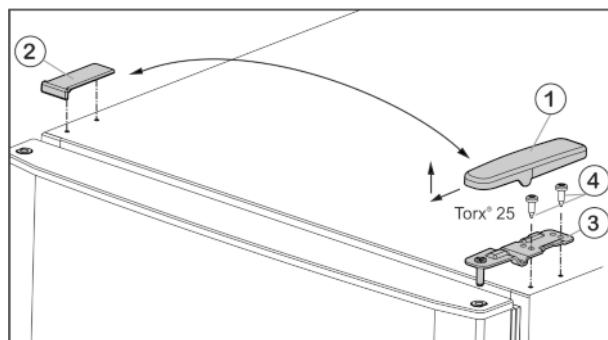
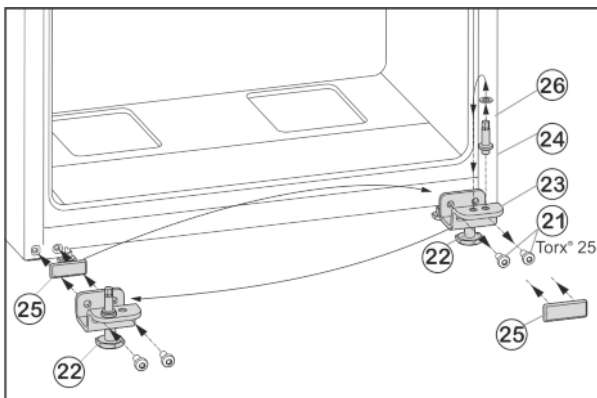

Fig. 5
Fig. 7
- ▶ Kryt Fig. 5 (1) odoberte smerom dopredu a hore.
- ▶ Kryt Fig. 5 (2) nadvihnite.
- ▶ Hornú ložiskovú konzolu Fig. 5 (3) odskrutkujte (2 krát Torx® 25) Fig. 5 (4) a odoberte smerom hore.
- ▶ Vyskrutkujte upevňovacie skrutky Fig. 7 (21).
- ▶ Kompletnú ložiskovú konzolu dole Fig. 7 (23) odoberte spolu s ložiskovým čapom Fig. 7 (24), podložkou Fig. 7 (26) a nastaviteľnou nohou Fig. 7 (22).
- ▶ Ložiskový čap Fig. 7 (24) kompletne spolu s podložkou Fig. 7 (26) vyskrutkujte, premiestnite ho do protiahlého otvoru uloženia ložiskovej konzoly a znovu ho pevne priskrutkujte.
- ▶ Opatrne odnímate kryt Fig. 7 (25) a premiestnite ho na opačnú stranu.
- ▶ Ložiskovú konzolu dole Fig. 7 (23) kompletne spolu s ložiskovým čapom Fig. 7 (24), podložkou Fig. 7 (26) a nastaviteľnou nohou Fig. 7 (22) znovu naskrutkujte na novú stranu závesu, príp. ju znovu pomocou akumulátorového skrutkovača **pevne utiahnite (4 Nm)**.
- ▶ Spodné dvere nasadte zhora na ložiskový čap Fig. 7 (24).
- ▶ Ložiskovú konzolu v strede (13) otočenú o 180° nasadte do spodných dverí a pomocou upevňovacích skrutiek (11) (2x Torx® 25) ju znovu pevne naskrutkujte na novú stranu závesu (4 Nm).
- ▶ Opäť nasadte plastovú podložku (10).
- ▶ Vrchné dvere nasadte na ložiskovú konzolu v strede (13).
- ▶ Vrchnú ložiskovú konzolu Fig. 5 (3) nasadte na novej strane závesu do dverí.
- ▶ Hornú ložiskovú konzolu **pevne (pomocou krútiaceho momentu 4 Nm)** priskrutkujte (2x Torx® 25) Fig. 5 (4). V prípade potreby použite akumulátorový skrutkovač.
- ▶ Kryt Fig. 5 (1) nasadte na opačnú stranu zvonka a zaklapnite.
- ▶ Kryt Fig. 5 (2) nasadte vždy na opačnú stranu zhora a zaklapnite.
- ▶ Vytočte nastaviteľnú nohu Fig. 7 (22) na ložiskovej konzole dole Fig. 7 (23), pokiaľ nedosadá na podlahu.